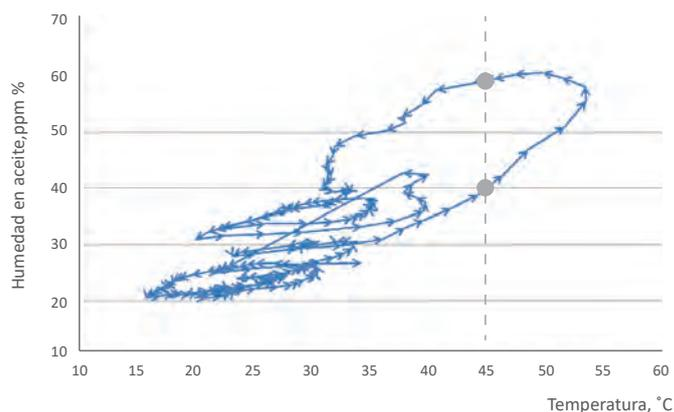

Figura 5. Dinámica de la humedad: Histéresis**
4. Como el tiempo de difusión del agua es más rápido desde el papel al aceite que en sentido opuesto, es posible alcanzar en un mismo transformador varios valores muy diferentes de PPM para la misma temperatura del aceite incluso con pocos días de diferencia (véase la figura 5).